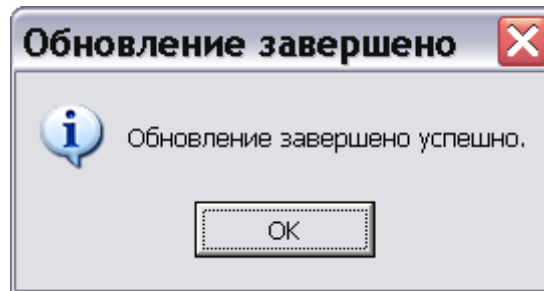

Рис. 23.49
- Нажмите на кнопку **Применить**. После завершения обновления появится сообщение об этом (Рис. 23.49).